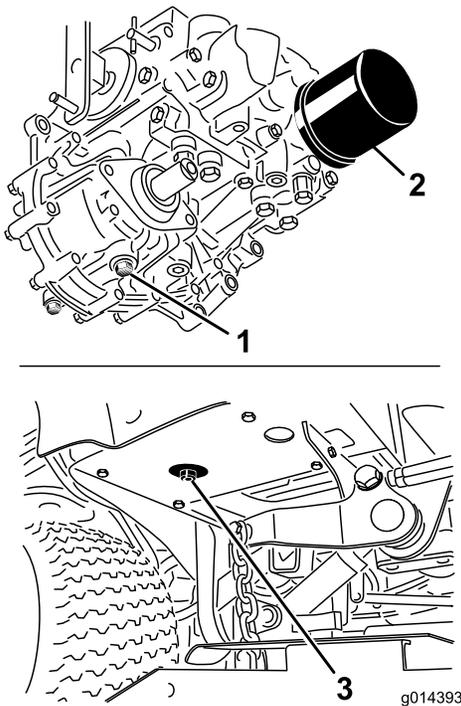

Bild 43
3. Stellen Sie eine große Wanne unter den Hydraulikbehälter und das Getriebe und nehmen Sie die Schrauben ab. Lassen Sie die Hydraulikflüssigkeit ablaufen (Bild 43).
4. Reinigen Sie den Bereich um den Hydraulikölfilter und nehmen Sie den Filter ab (Bild 43).